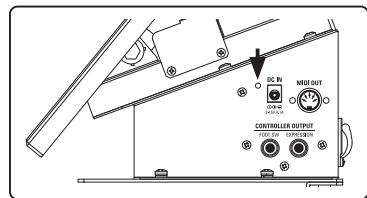
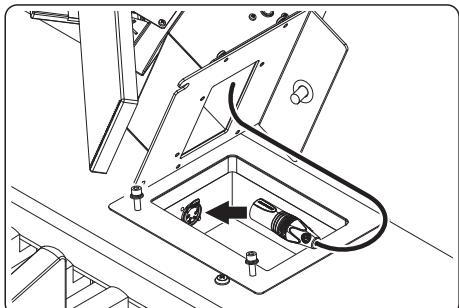

図1
図2
- **H-BUS**ケーブルを使用している場合: ペダル鍵盤ユニットのキーを演奏しながらエクスプレッション・ペダル・ユニットのLED(図1)の点灯を確認してください。点灯しない場合は、ペダル鍵盤ユニットとエクスプレッション・ペダル・ユニット間の**H-BUS**ケーブルの接続を確認してください(図2)。
- **MIDI**を使用している場合: エクスプレッション・ペダル・ユニットのLED(図1)がゆっくり点滅している場合は、ペダル鍵盤ユニットとエクスプレッション・ペダル・ユニット間の**H-BUS**ケーブルの接続を確認してください(図2)。